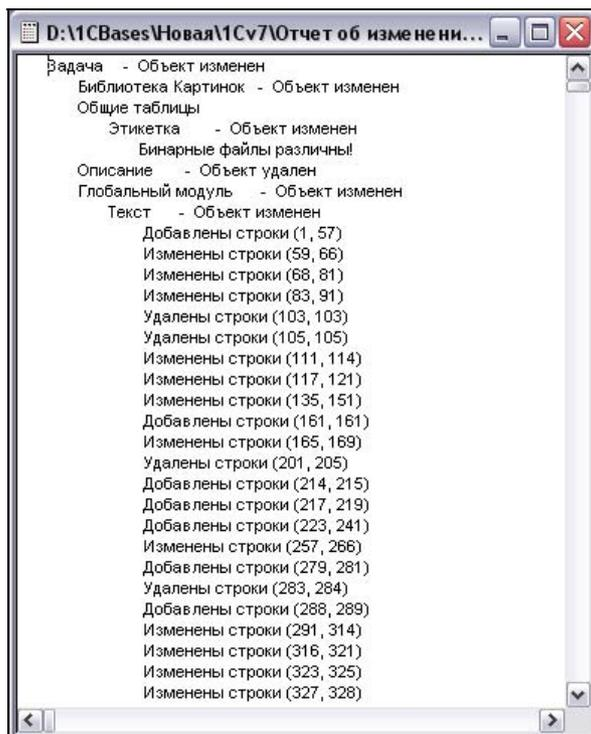

Рис. 5.41. Анализ изменений
- Анализировать изменения можно как кратко, так и подробно, отчет об изменениях выводить на экран или писать в файл. Оставим все как есть и нажмем кнопку **ОК** (рис. 5.41).